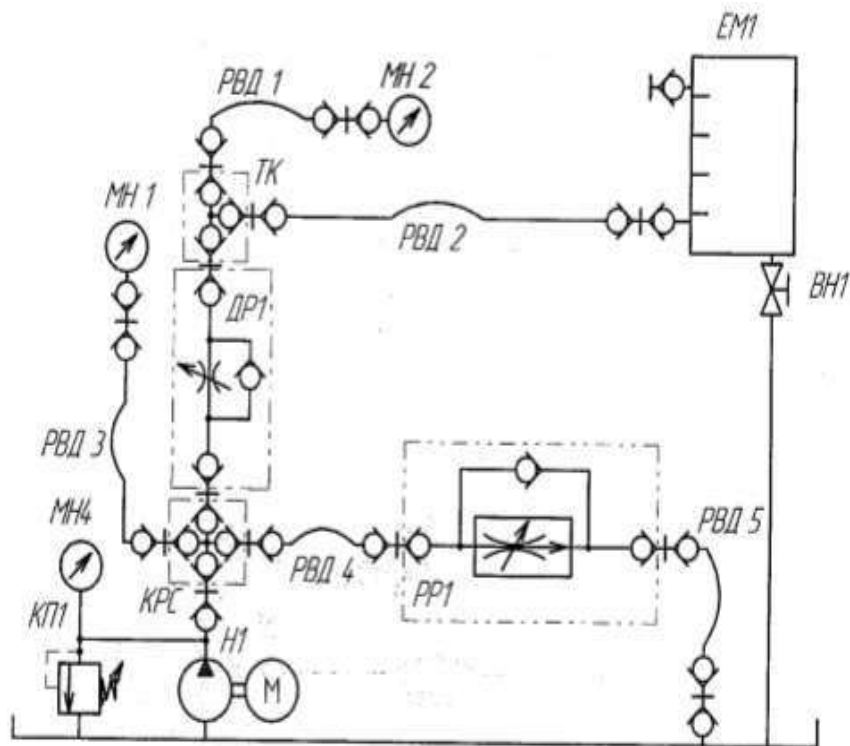

Рисунок 9— схема гидравлическая
Собрать гидравлическую схему по рис.9, открыть кран ВН1. Открыть дроссель ДР1, открыть регулятор расхода РР1.
1. Выполнить чертеж схемы рис.9 и проставить буквенно-цифровое обозначение.
2. Составить схему потоков для рис. 9.
4. Подобрать дроссель и регулятор расхода для рис. 9.